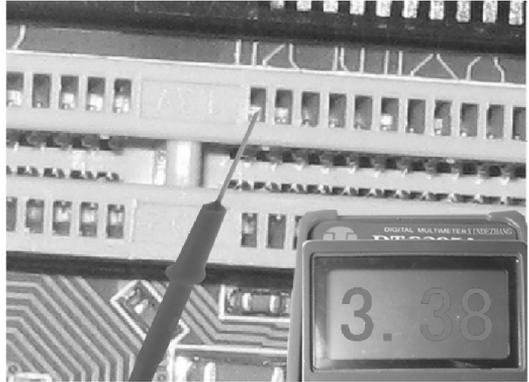

图 5-33 检测内存输入脚电压是否正常
① 若检查出 CPU 核心电压不正常，则应对下述部位进行检查。
② 使用万用表检测内存插槽的电压输入脚有无电压，从而可以判断内存供电是否正常。方法如图 5-33 所示，用黑表笔接主板上的金属外壳，红表笔测内存插槽的金属弹片。SDRAM 内存插槽的电压输入脚，是在较长的一段中间定位卡数过来的第 1 脚，电压通常为